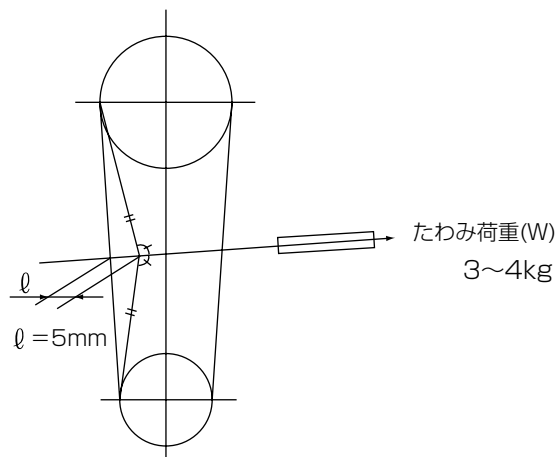

図2
2. Vベルトの1本当たりの張力は適正たわみ量($\ell = 5\text{mm}$)の時のたわみ荷重(W)が図2の値になるようにセットしてください。
3. ベルトがプーリーになじんだあと、(運転後24～28時間以後)図2の適正張りに調整することをお奨めします。また、新しいベルトの場合は、たわみ荷重(W)の最大値の約1.3倍程度に調整するようにしてください。